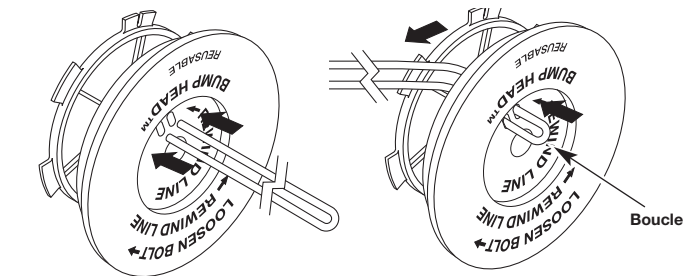

Fig. 30
6. Découpez environ 6 m (20 pi) de fil neuf et faites-en deux boucles de longueurs égales. Insérez chaque extrémité de fil dans l'un des deux trous du moulinet (Fig. 30). Tirez le fil à travers le moulinet pour que la boucle soit le plus petit possible.